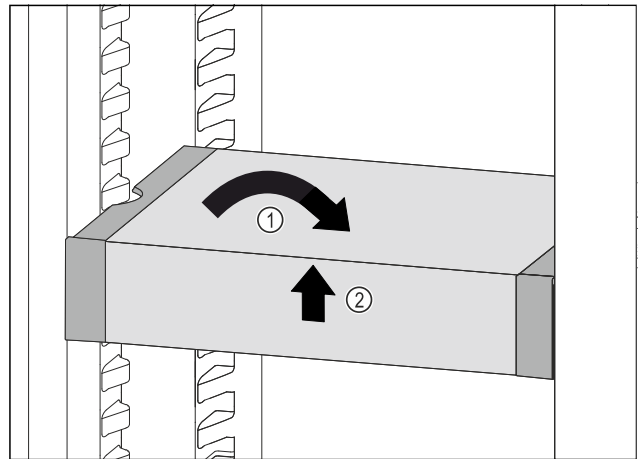

Fig. 119
- VarioSafe recht zetten. Fig. 119 (1)
- VarioSafe aan voorkant optillen. Fig. 119 (2)